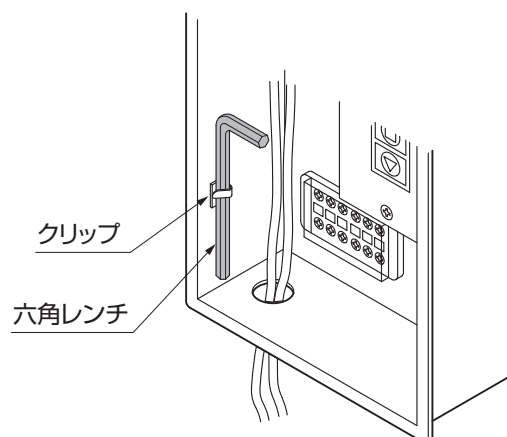

図16-6
④六角レンチを配電ボックス内のクリップで押さえて収納してください。（図16-6参照）